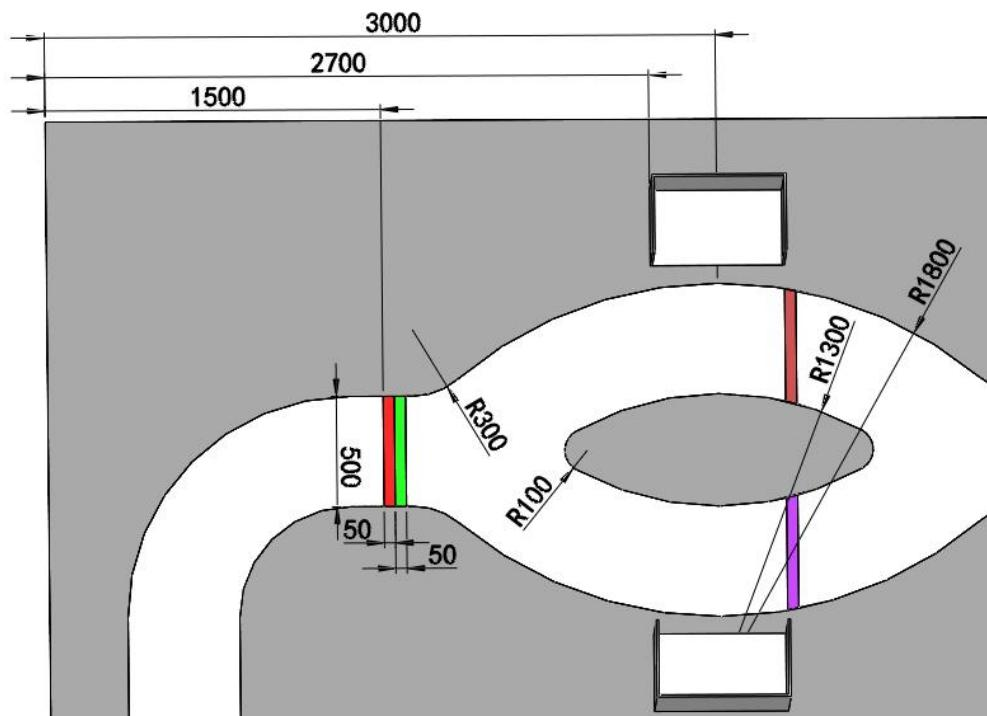

图 6 分岔路标识示意图（单位：mm）
1. 分岔路：如图 6 所示，距离比赛场地边沿 1500mm 处印有 $500\times100\text{mm}$ 的红绿色带，红色和绿色色带宽度均为 50mm 。